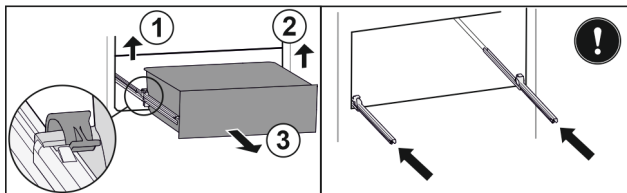

Fig. 66
- ▶ Podnieść lewy zacisk i wysunąć jednocześnie szufladę po lewej do przodu. Fig. 66 (1)
- ▶ Podnieść prawy zacisk i wysunąć jednocześnie szufladę po prawej do przodu. Fig. 66 (2)
- ▶ Wyjąć szufladę do przodu. Fig. 66 (3)